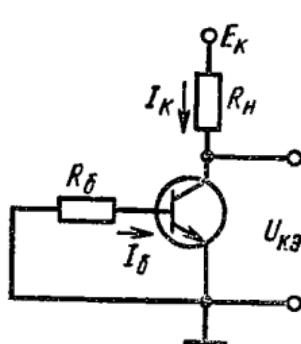

Рис. 2.26
**2.27.** В схеме на рис. 2.26 ( $R_6 = 50 \text{ кОм}$ ,  $R_h = 10 \text{ кОм}$ ,  $E_k = 24 \text{ В}$ ) используется транзистор с коэффициентом передачи тока базы  $\beta = 19$ . Определить напряжение коллектор – эмиттер.